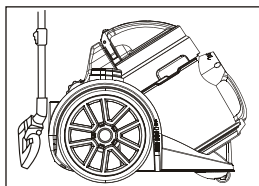

рис. 4
**Внимание! Всякий раз перед включением пылесоса следует обязательно установить контейнер-пылесборник (9), а также входной (4) и выходной (23) фильтры. Всегда проверяйте правильность установки фильтров.**
- Для включения пылесоса нажмите на кнопку (1).
- Во время работы можно регулировать мощность всасывания поворотом регулятора (5) или ручным регулятором (15) на ручке гибкого шланга (14).
- По окончании работы отключите пылесос, нажав на кнопку (1) и извлеките вилку сетевого шнура из розетки.
- Для сматывания сетевого шнура нажмите на кнопку (6), придерживайте рукой сматывающийся шнур во избежание его захлестывания и повреждения.
- В перерывах во время работы используйте место «парковки» щетки (2) (рис. 4).
- Для переноски пылесоса после работы используйте ручку (8).
**Предупреждение: Не переносите пылесос за ручку контейнера-пылесборника (11).**